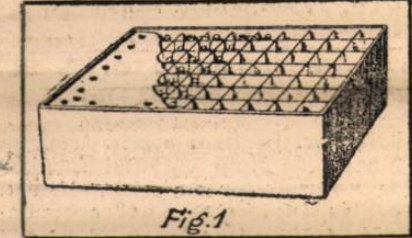

Fig. 1
Indepărtând învelişul de carton, găsim un strat de smoală (amestecată cu parafină și ceară de albine), iar dedesubtul acestui strat, o mulțime de elemente mici, de o formă cilindrică, (fig. 1). Elementele acestea sunt lega-
Pentru o mai bună înțelegere și o mai justă evaluare a însușirilor redresorului, pe care îl vom prezenta în rândurile de față, să urmărim în prealabil procesul redresării. Să presupunem pentru moment că dispunem de o rețea R de curent alternativ — un curent care își schimbă sensul de circulație de 50 de ori pe secundă, de pildă (fig. 1). Formăm un circuit cu a-
R.S. Fig. 1